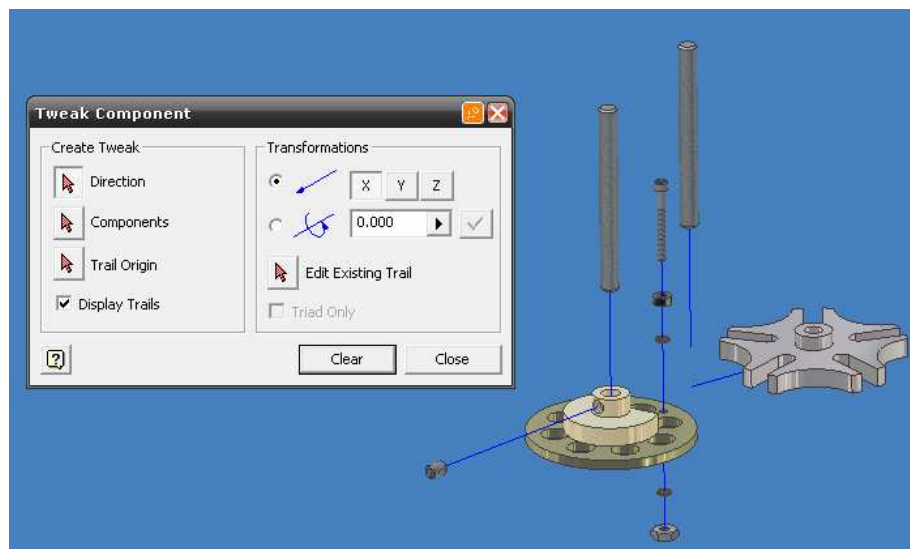

Figura 5.25 Desplazamiento lineal y rotacional del índice.
- 20.-Presione CLEAR, figura 5.25.